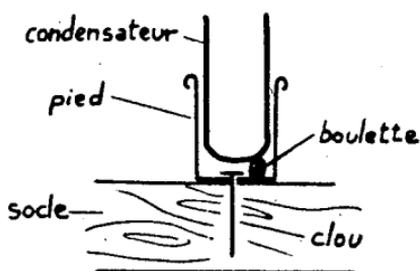

Fig. 32
* Le bas du condensateur, sur 2 cm environ, pendra dans un petit récipient formé par exemple d'un bout de tube de médicament en métal, cloué sur le socle à l'aplomb de la fixation supérieure. Une boulette de papier d'aluminium assure le contact avec l'armature externe (fig. 32).